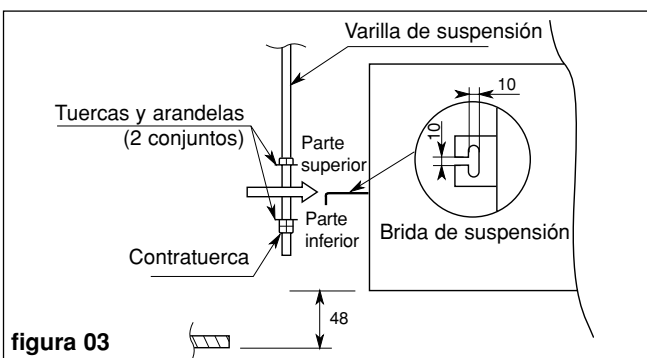

figura 03
- Colocar en su sitio la unidad utilizando tuercas y arandelas para la fijación en las varillas de suspensión (figura 03).